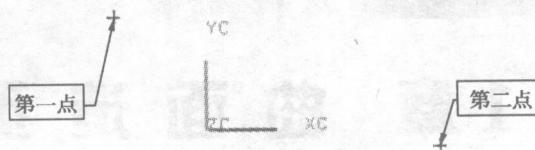
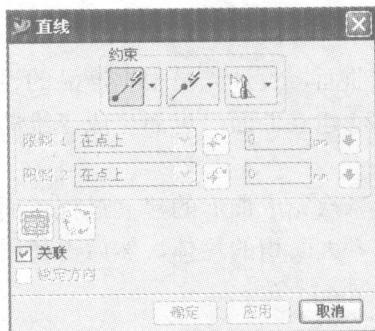
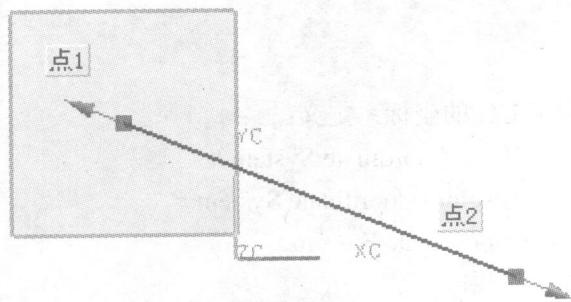
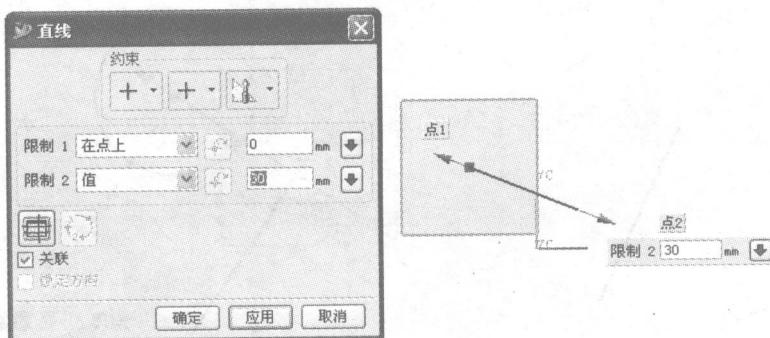

图 1-1 打开文件示意图
图 1-2 直线对话框
图 1-3 生成直线示意图
图 1-4 修改直线长度示意图
- 打开随书光盘“01/dian1.prt”文件，如图1-1所示。
- 选择菜单栏【插入】→【曲线】→【直线】或者单击图标 $\text{}/$ ，系统弹出如图 1-2 所示对话框，单击【约束】下拉列表中的【起始位置=点】按钮，选择图 1-1 所示的【第一点】。
- 单击【约束】下拉列表中的【结束位置=点】按钮，选择图 1-1 所示的【第二点】，单击【确定】按钮，完成直线生成操作，如图 1-3 所示。
- 拖动图 1-3 所示直线的端点，在图 1-2 所示的对话框，将【限制 2】的值改为 30，这时直线长度为 30，如图 1-4 所示，单击【确定】按钮，完成操作。